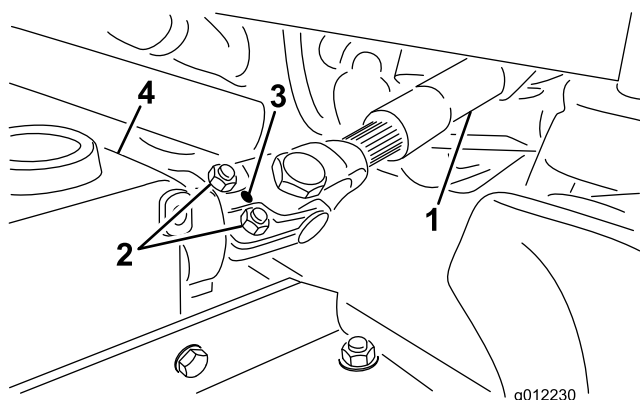

Figura 5
1. Deslize o veio macho da tomada de força ao veio fêmea da tomada de força (Figura 5). Alinhe os furos de montagem no veio de entrada da caixa de engrenagens com os furos no veio da tomada de força e deslize-os em conjunto.
2. Prenda com um pino de segurança (Figura 5).
3. Aperte os parafusos e as porcas (Figura 5).